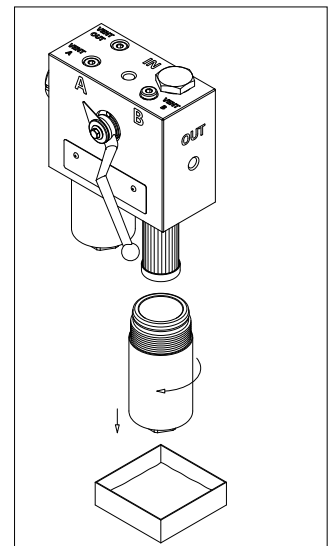

fig. 23
- (Fig. 23) Svitare il contenitore mantenendo il recipiente di raccolta